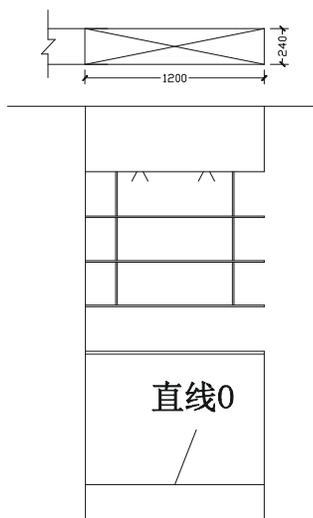
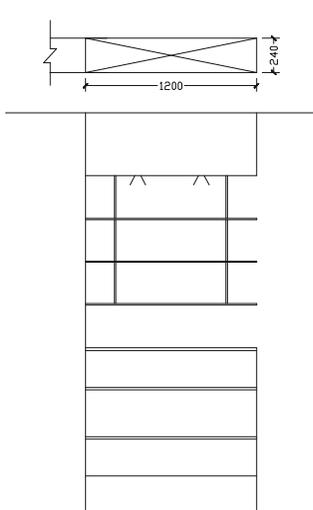
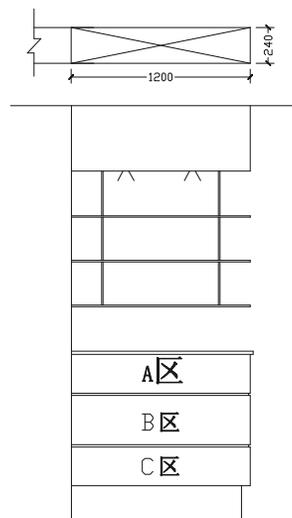
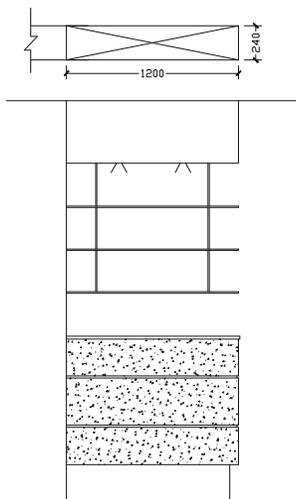

图 8-1-92
图 8-1-93
图 8-1-94
图 8-1-95
- STEP 04** 使用绘制直线命令 LINE 绘制出两个筒灯和表示钢丝的竖线, 其宽度为 10, 其位置不要求非常精确, 只需大致的位置即可, 如图 8-1-92 所示。
- STEP 05** 使用偏移命令 OFFSET 将如图 8-1-92 所示的线段 O 分别依次向上偏移 260、15、330、15, 如图 8-1-93 所示。
- STEP 06** 使用修剪命令 TRIM 将如图 8-1-93 所示图形下面部分的线段进行修剪, 并进行偏移等操作, 得到如图 8-1-94 所示的效果。
**STEP 07** 使用填充命令 BHATCH(BH)将如图 8-1-94 所示的 A、B、C 区域填充为  图案，其填充比例为 10，如图 8-1-95 所示。